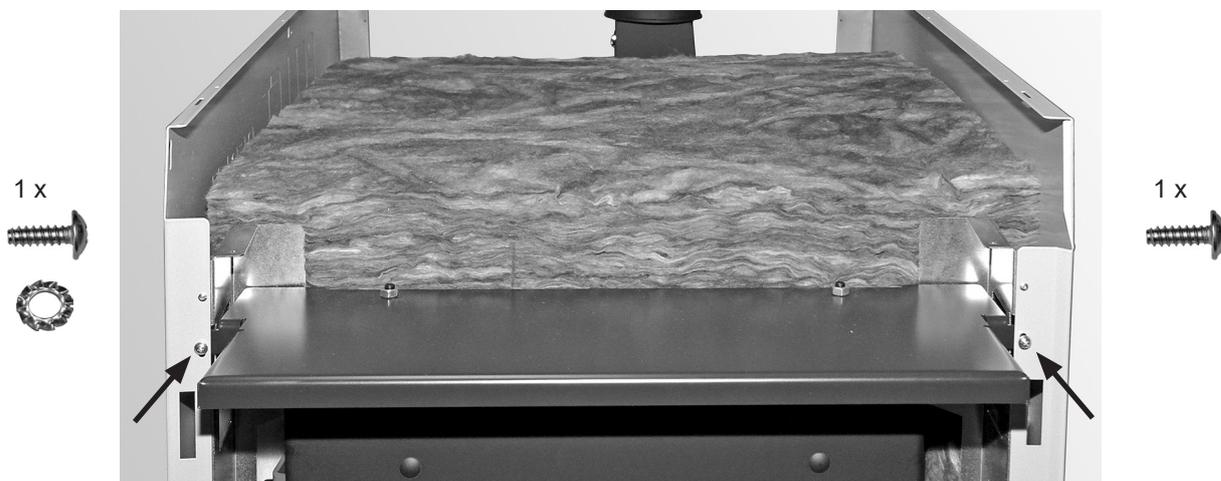

fig. 18 - Montage des parois latérales
- Insérer 2 vis à gauche et à droite du socle, mais ne les visser qu'à moitié (*fig. 18 - ①*). Accrocher les parois latérales sur les vis montées, en bas au niveau du dégagement (*fig. 18 - ② - ③*) et les visser sans serrer en haut avec chacune 1 vis à tête et 1 rondelle dentée pour la mise à la terre (*fig. 18 - ④*)